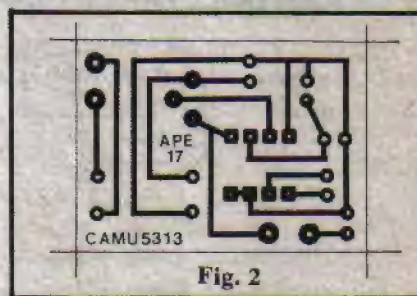

Fig. 2
- **FIG. 2 - A PLACA** - Enfatizando a miniaturização do conjunto, o **lay out** do Circuito Impresso específico foi mantido tão pequeno quanto possível, porém ainda assim não muito "apertado", de modo que o principiante não encontre problemas de montagem. Como a figura está em escala 1:1 (tamanho natural) fica fácil ao Leitor reproduzi-la diretamente, se tiver o material necessário à confecção da plaquinha (adquirindo o KIT da CAMU5313, receberá a plaquinha já pronta, juntamente com todas as demais peças...). Durante a con-